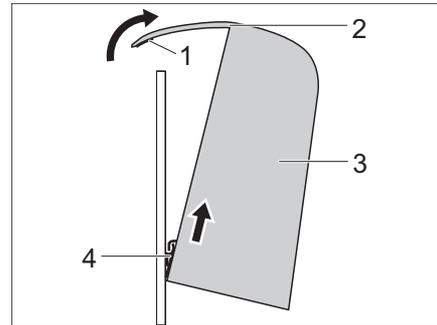

Fig. 72 Retirer le coussin de dossier
- Incliner le coussin de dossier (Fig. 72,3) vers l'avant et enlever la bande adhésive scratch (Fig. 72,4).
- Maintenir le coussin de dossier (Fig. 72,3) en position inclinée et accrocher la bande adhésive scratch (Fig. 72,4) en bas.
- Rabattre le rabat en tissu (Fig. 72,2) vers l'arrière et appuyer fermement (Fig. 72,1) sur la fermeture velcro.